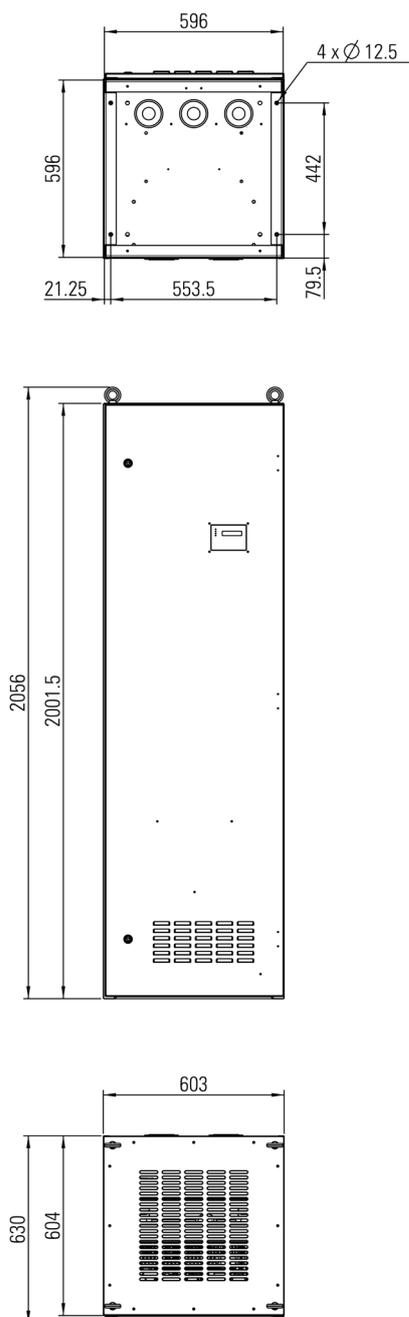

Fig. 8. Dimensiones armario de 650 x 615 x 2120 mm
- ❑ El tipo de armario estándar suministrado es del tipo rack con base de 650 x 615 mm (ver Fig. 8), 650 x 815 (ver Fig.) , 850 x 815 mm (ver Fig.) o 850 x 915 (ver Fig.).